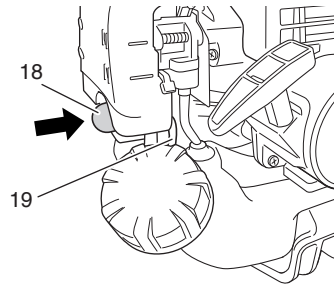

Fig. 14
- * Presione el cebador (18) repetidamente para que el combustible fluya por el tubo de retorno (19). (Fig. 14)